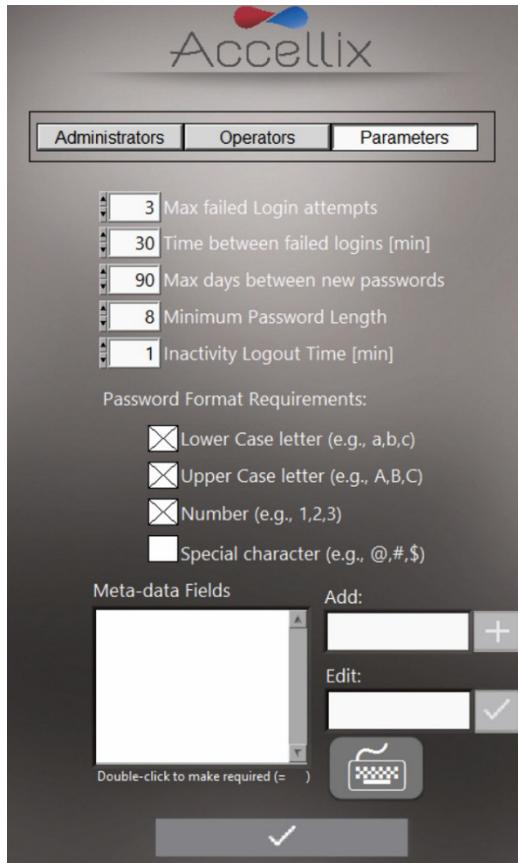

图12: 登录参数选项
1. 轻触 **Personnel** (人员) 屏幕顶部的 **Parameters** (参数)。随即显示所有可变更的登录参数 (图 12):